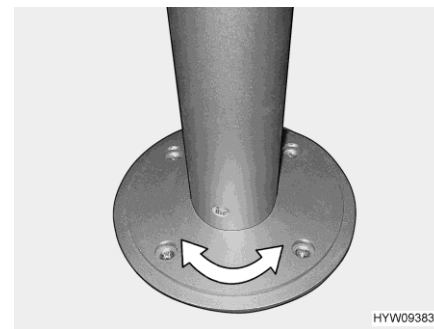

Fig. 44 Piede del tavolo a colonna (girevole)
- Ruotare il piano del tavolo nella posizione desiderata. A tale scopo occorre esercitare abbastanza forza, poiché il piano del tavolo ruota incontrando resistenza di attrito sul piede del tavolo a colonna (Fig. 44).